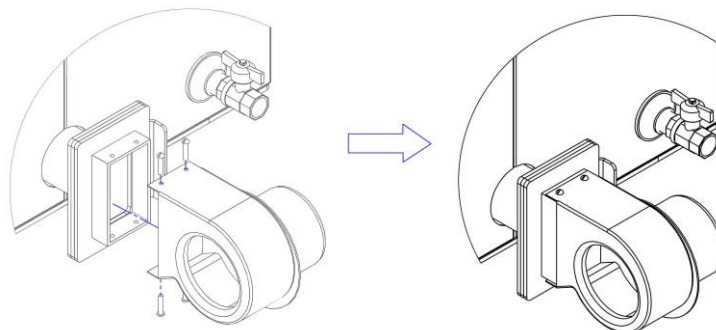

Рис. 9 Схема підключення вентилятора
7.5.2 Котли моделей «Ретра-3М» працюють з двома вентилятором та пультом керування. Схеми підключення вентилятора показані на Рис. 9.